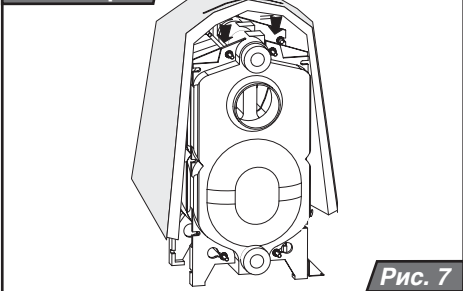

Рис. 7
- A: Начав сверху, оберните изоляционную рогожку около теплообменника котла, причем текстильная сторона рогожи должна быть обращена наружу (рис. 7)